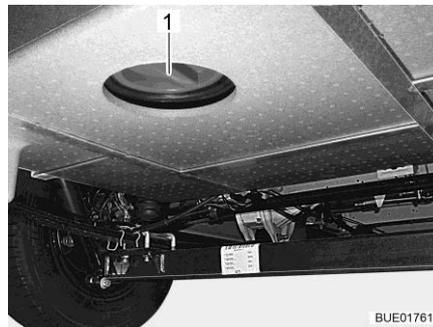

Bild 304 Reinigungsöffnung (Abwassertank)
- Reinigungsöffnung (Bild 304,1) am Abwassertank und den Ablasshahn öffnen.